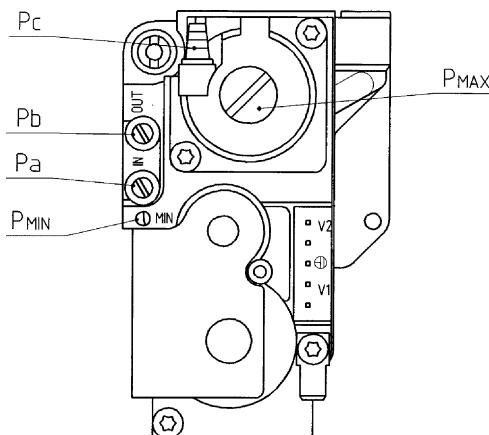

Рис.12
- Открутить винт на штуцере Pa (рис. 12) и подсоединить к штуцеру Pa манометр.
- Проверить динамическое входное давление газа (штуцер Pa, рис. 12). Номинальные давления: 20 мбар для природного газа, 30 мбар для бутана, 37 мбар для пропана.
- Открутить винт на штуцере Pb (рис. 12) и подсоединить к штуцеру Pb манометр.
- Проверить давление газа на горелке согласно таблице 1 для соответствующей модели котла и соответствующего типа газа. При необходимости снять с клапана колпачок и вращением винта регулятора давления (Pmax) (рис.12) установить уровень давления, указанный в табл.1
- Установить переключатель режимов (1) в положение «0»
- Поставить переключатель режимов (1) в положение «Зима»
- Винтом (Pmin) на газовом клапане (рис.12) установить минимальное давление согласно табл.1. Этую операцию нужно выполнить за 25 сек, после чего котел продолжит нормальную работу